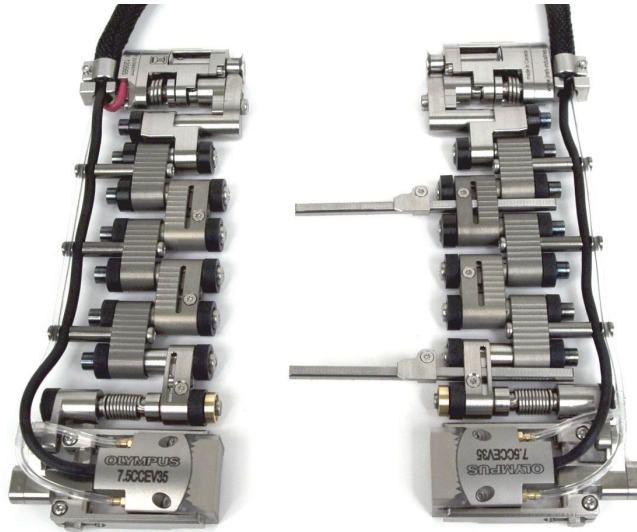

图 2-20 分开扫查器的两侧部分
3. 对于单探头扫查应用，需要分开扫查器的两侧部分（参见第 33 页的图 2-20）。